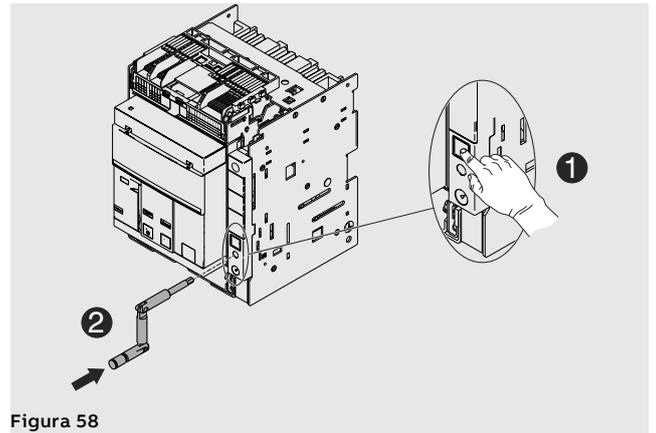

Figura 58
5. Premere il pulsante di blocco ed inserire la manovella nella parte mobile. In questa fase la parte mobile è ancora in posizione **DISCONNECT**. Vedi Figura 58.